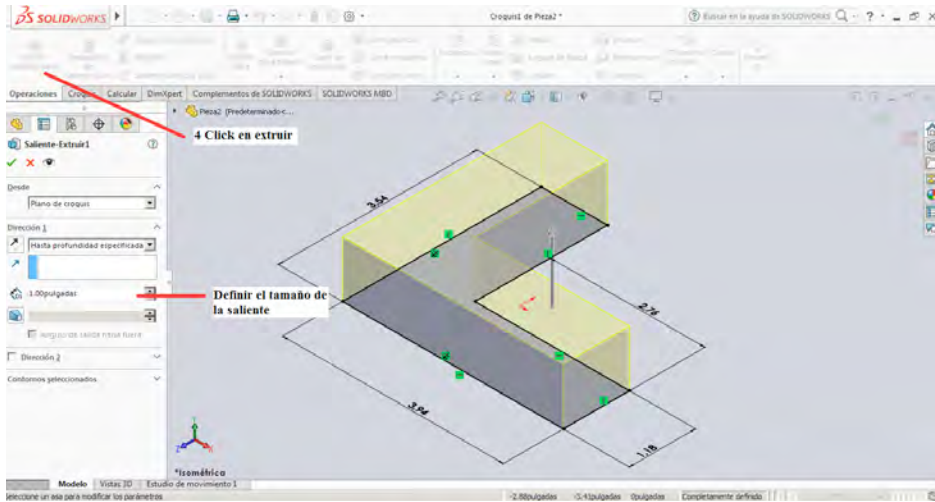

Figura 1-18
4. Posteriormente se hace uso de la herramienta Operaciones y se da Click Extruir Saliente/Base y se genera un volumen de 1 Pulgada, como se muestra en la figura 1-18